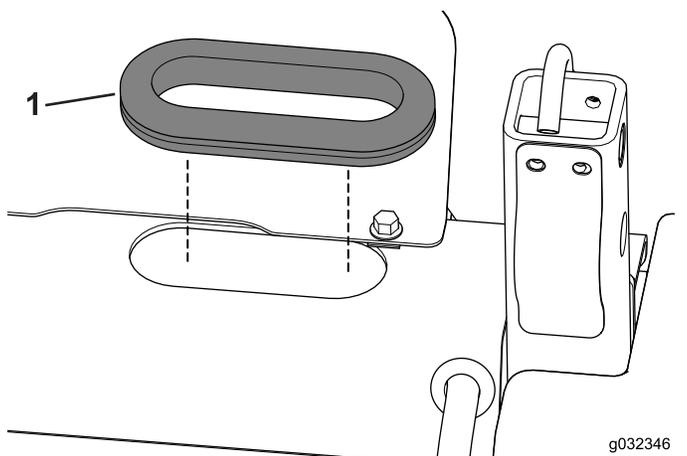

Figura 24
3. Montate il gommino nell'apertura (Figura 24).